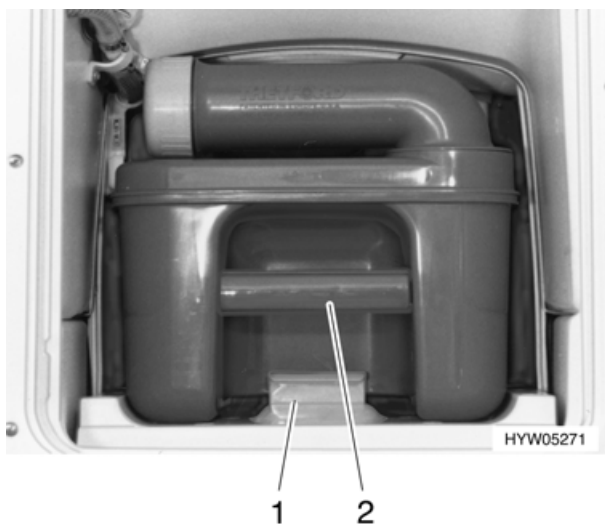

Fig. 90 Rimozione della cassetta Thetford
- Sbloccare la sicurezza (Fig. 90,1) ed estrarre la cassetta Thetford (Fig. 90,2).